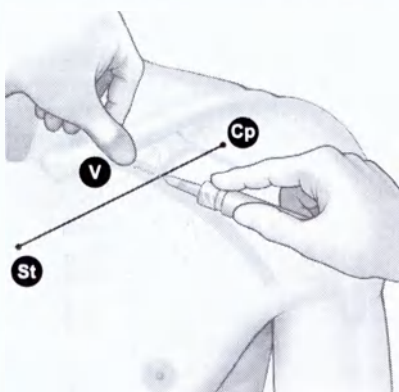

Рисунок 7. Расположение большого пальца и введение иглы
4. Прижмите большой палец к указательному и спроектируйте его на 1–2 сантиметра ниже ключицы, чтобы защитить подключичную мышцу от иглы (при наличии явной гипертрофии грудной мышцы большой палец должен находиться приблизительно на 2 сантиметра ниже ключицы, поскольку подключичная мышца также будет гипертрофирована) (Рисунок 7 Расположение большого пальца и введение иглы на странице 21).